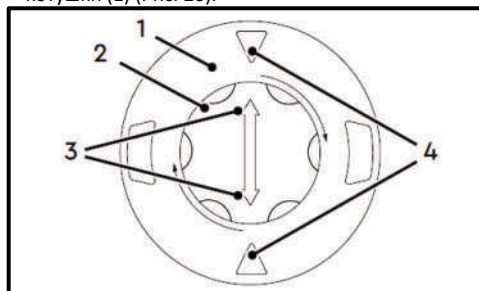

Рис. 20
- Обертаючи центральну частину (2), сумістіть стрілки (3) з трикутними стрілками (4) на корпусі котушки (1) (Рис. 20).